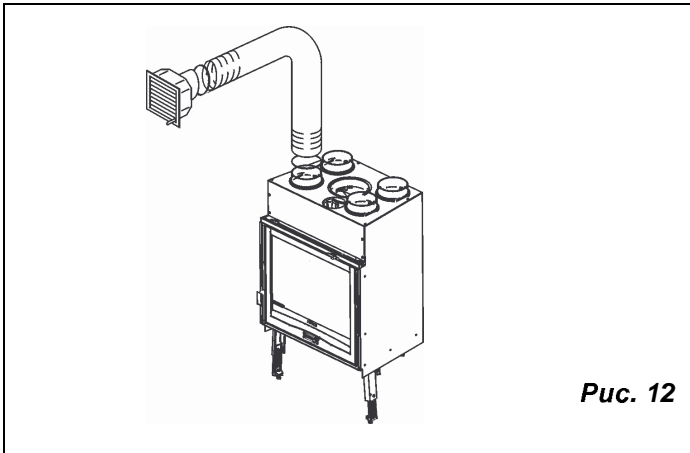
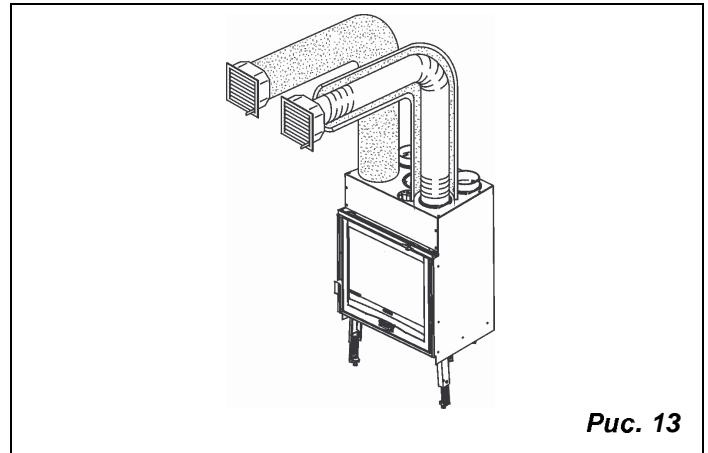

Рис. 12
Рис. 13
- e) трубы для проведения каналов должны быть одинаковой длины, во избежание различного количества распределяемого воздуха на каждом выходе. (см. Рис. 12 - Рис. 13)